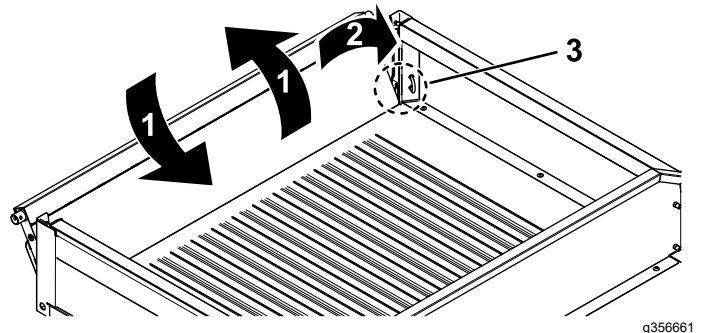

Figura 52
2. Ruotate la sponda posteriore in posizione di circa 45° (Figura 52).
3. Agitate con un movimento rapido per ruotare la sponda posteriore avanti e indietro più volte (Figura 52).